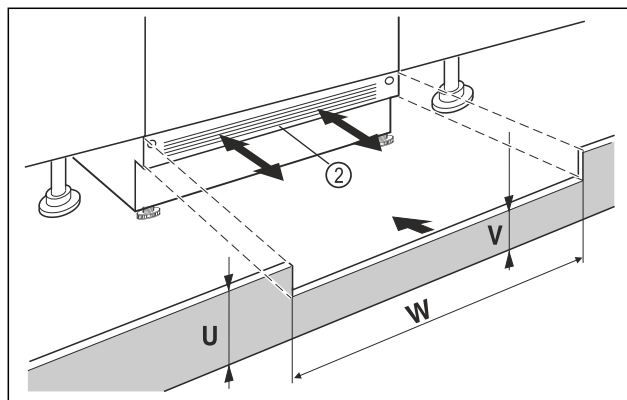

Fig. 98 Immagine a titolo di esempio
- Applicare lo zoccolo dell'apparecchio Fig. 98 (2) ma non fissarlo ancora.
- Se lo zoccolo è visibile Fig. 98 (2), tirarlo in avanti in modo tale che il bordo anteriore della griglia di ventilazione e lo zoccolo del mobile siano a filo.
- Se lo zoccolo è nascosto Fig. 98 (2) spingerlo completamente indietro.
- Verificare che le fessure di ventilazione siano completamente libere: Se necessario, tagliare lo zoccolo del mobile Fig. 98 (U)!
- Adattare, per la larghezza dell'area di incasso Fig. 98 (W), l'altezza del listello Fig. 98 (V) sotto lo zoccolo dell'apparecchio Fig. 98 (2).